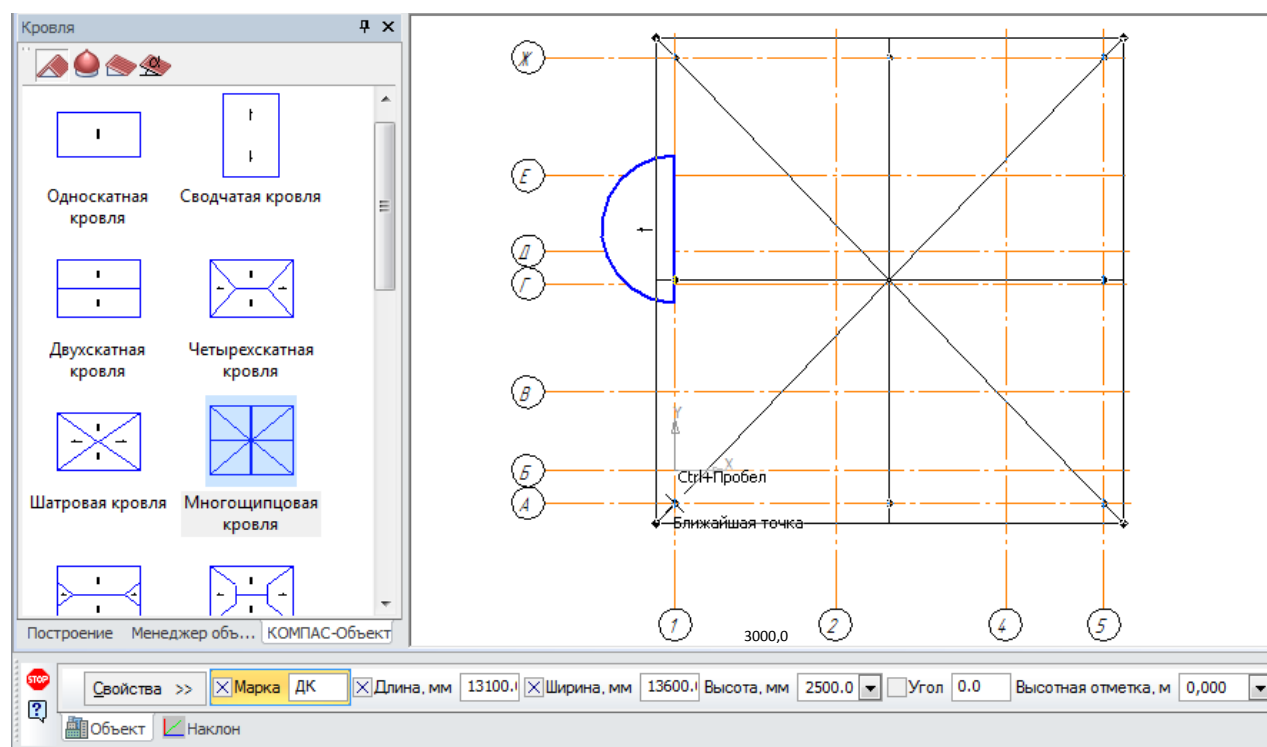

Рисунок 1.6.5. Построение многощипцовой кровли.
- Над остальной частью плана постройте многощипцовую кровлю, задав параметры панели свойств кровли в соответствии с образцом. (Рис. 1.6.5.).